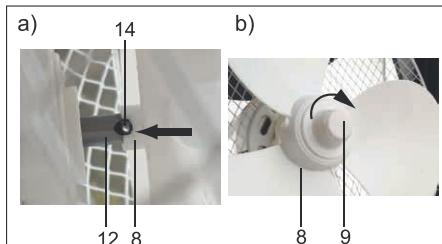

Fig.39: Montaggio rotore
Vedere Fig. 39 a).
7. Inserire il dado (9) sul rotore (8).
8. Serrare in senso orario, Fig. 39 b)